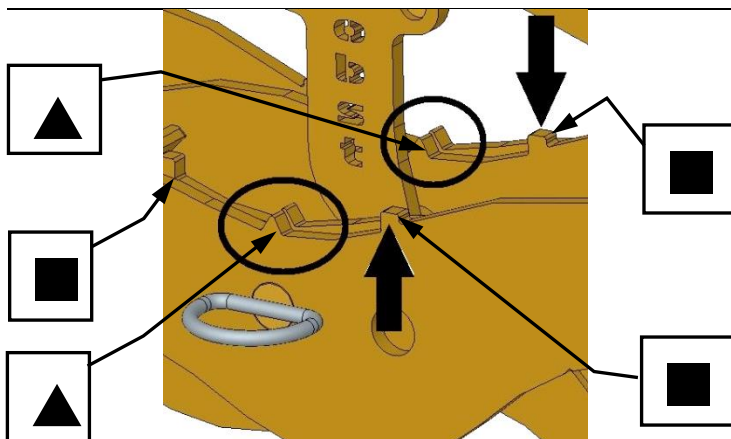
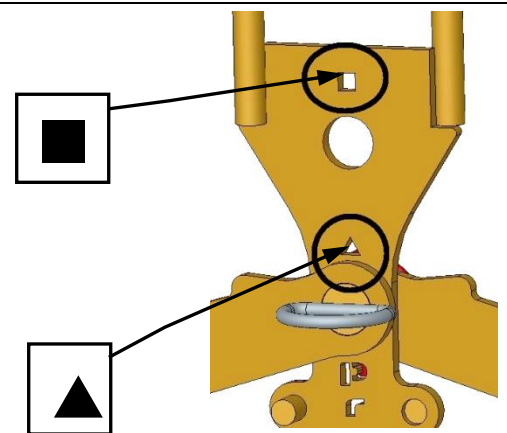

Abb. 2
Abb. 3
- Voor dit grijpbereik moeten de vierhoek ■-aanduidingen bij de grijparmen (in het midden van het apparaat) congruent zijn (afb. 2) en bij de vergrendelingshaak (2) moet de vierhoek ■-aanduiding boven de steekbout met splitpen (8) worden geplaatst (afb. 3).
- Om het grijpbereik in te stellen worden de veiligheidsbout (6) en de steekbout met splitpen (8) verwijderd.